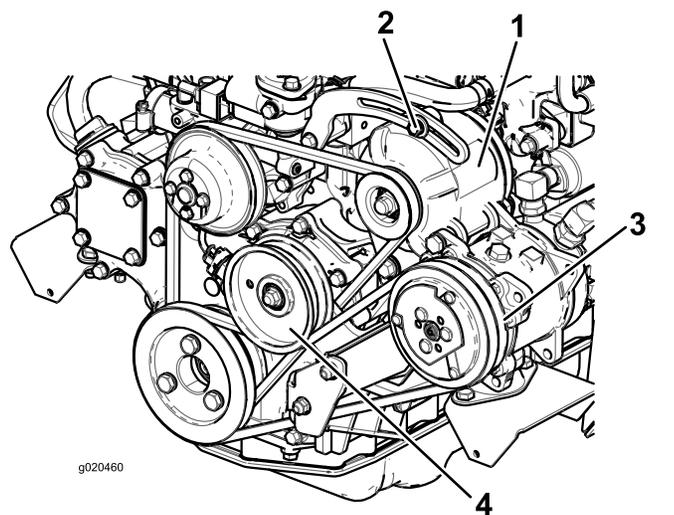

Рисунок 98
Если прогиб не равен 10 мм, ослабьте болты крепления генератора (Рисунок 98).
2. Для установки величины отклонения 10 мм ослабьте болт крепления натяжного ролика (Рисунок 98).